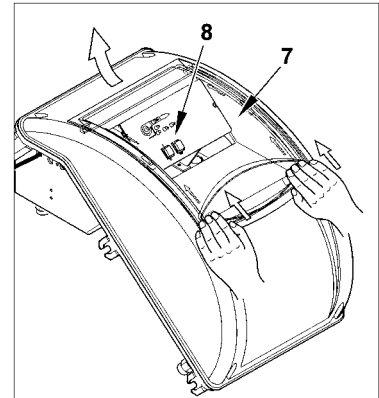

Рисунок 4
- 4) Для закрытия крышки электрического щита, закрутите 4 винта (1), используя момент затягивания, равный приблизительно 5 Нм, для обеспечения правильного уплотнения. Теперь можно получить доступ к панели управления (8), отцепив прозрачное окошко (7) лёгким надавливанием руки в направлении стрелок, как указано на рис. 4. Подождите, пока окошко немного продвинется, после чего отделите его от крышки.